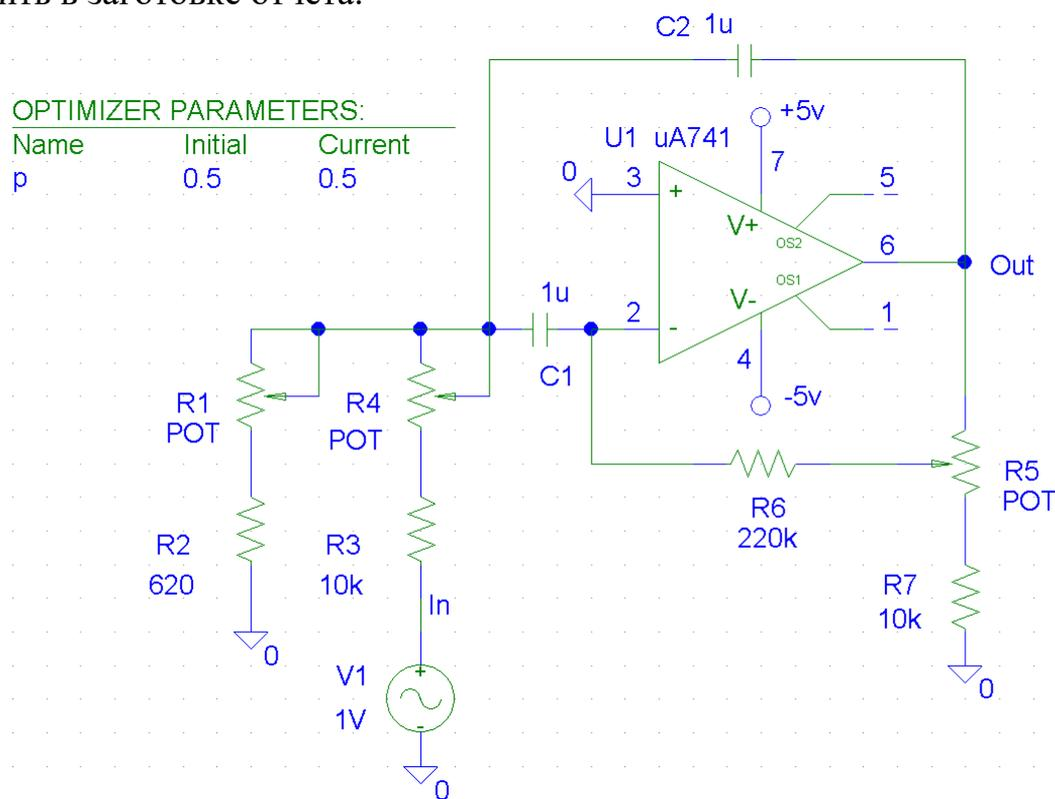

Рисунок 8.4 – Схема полосового фильтра на ОУ
8.4.1 Создать новый проект. В PSpice Schematics подготовить схему полосового фильтра для АС анализа и сформировать список оптимизируемых параметров (рис. 8.4).